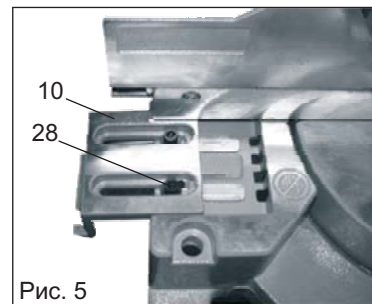

Рис. 5
10.4 Удлиннитель фронтального упора и стола (Рис. 5, 6)